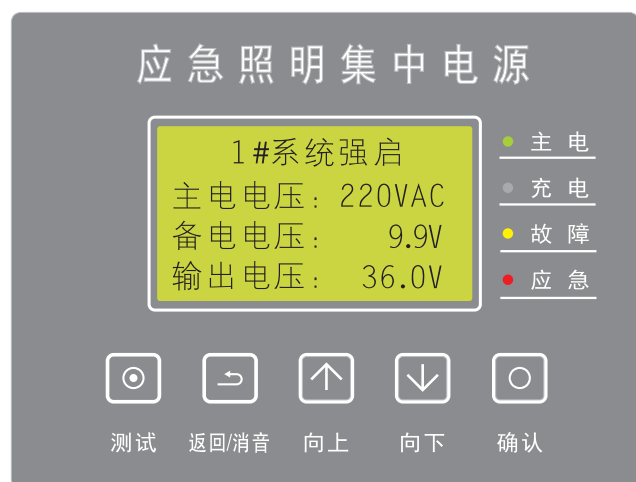

图5.5
(3)、模拟试验：在主屏时，按【测试】键，模拟应急，显示屏显示【N#系统强启】，应急指示灯点亮（如图5.5）。
(4)、系统强启：打开机箱柜门，在显示屏背后，按下开关即【打开强启】，显示屏显示【N#系统强启】，应急指示灯点亮，再按下开关即【关闭强启】（如图5.5）。